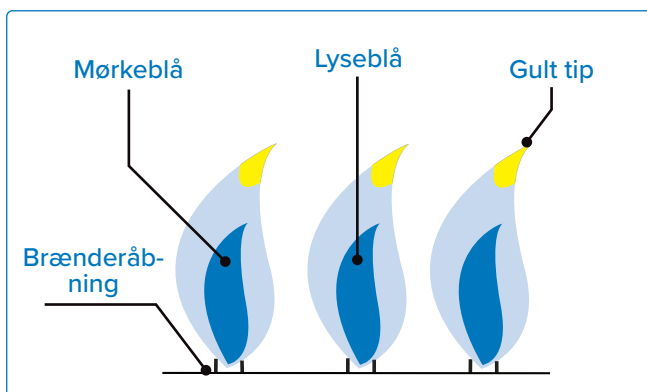

Fig. 26
- For lidt luft vil give gule, sodede, sløve flammer (**se Fig. 26**).